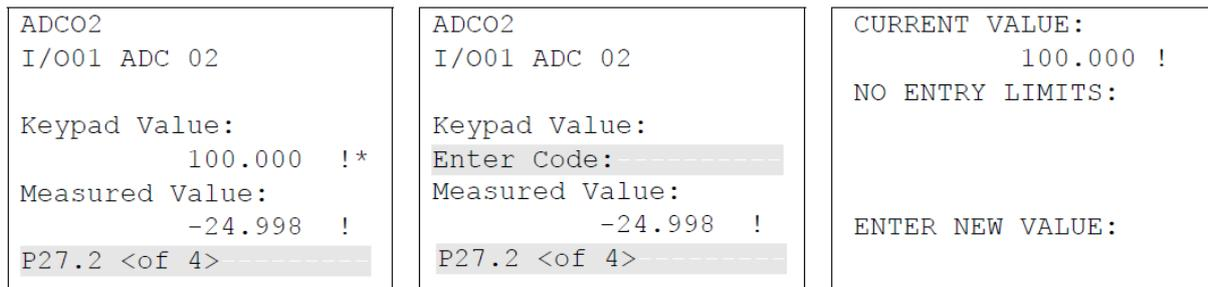

Figura 5-12. Alterando um Valor de Exibição
1. Localize o display (mostrado no lado esquerdo da *Figura 5-12*) e pressione **CHNG**. A tela central da *Figura 5-12* é exibida.
2. Insira um código de segurança válido. Uma vez inserido um código válido, a tela do lado direito da *Figura 5-12* é exibida.